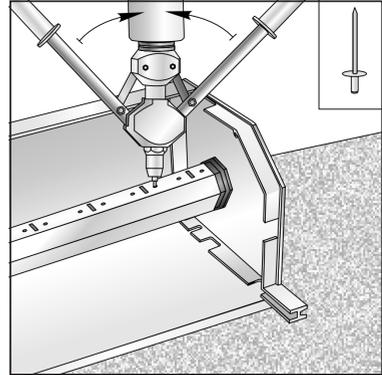

Abb. 16
f) Montieren Sie die zusammengebaute Welle in den Rollladenkasten, indem Sie die Achse des Federmechanismus in die Einstecköffnung der Halterungsplatte stecken und mit einem Splint sichern (Abb. 16,17);